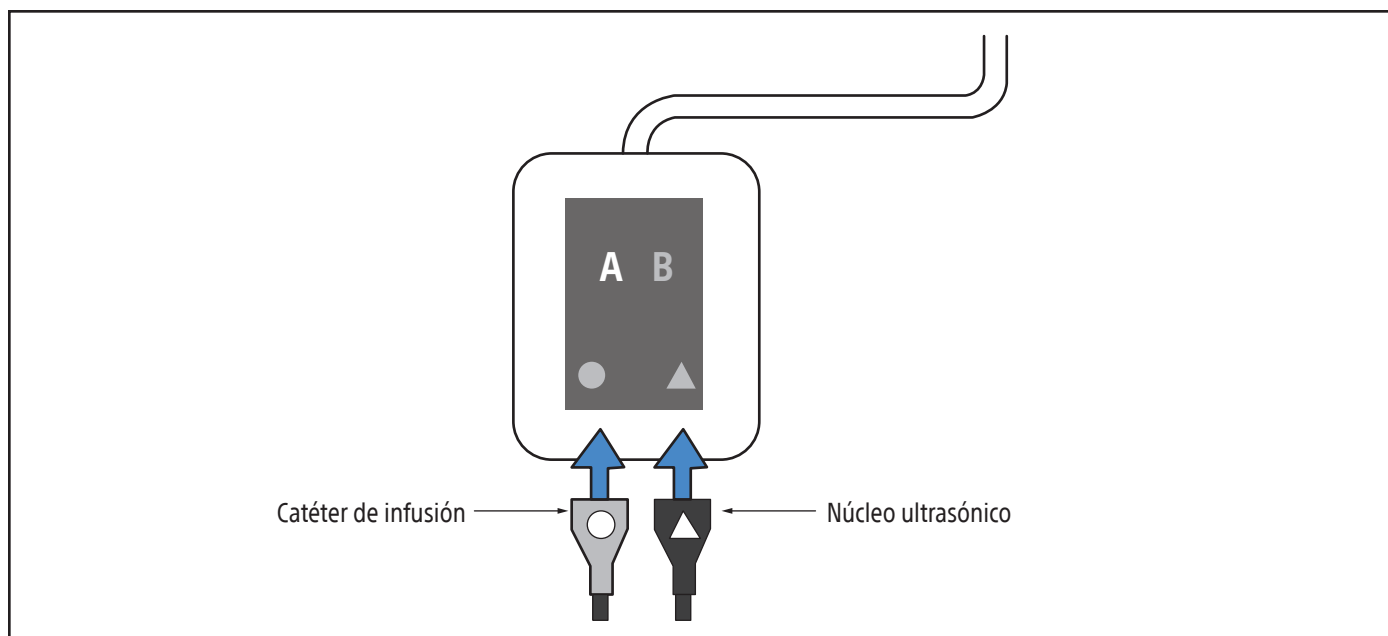

Figura 21. Diagrama de conexión de los cables del dispositivo
3. Conecte el núcleo ultrasónico al cable de interfaz del conector (consulte la figura 21).
4. Conecte el catéter de infusión al cable de interfaz del conector (consulte la figura 21).